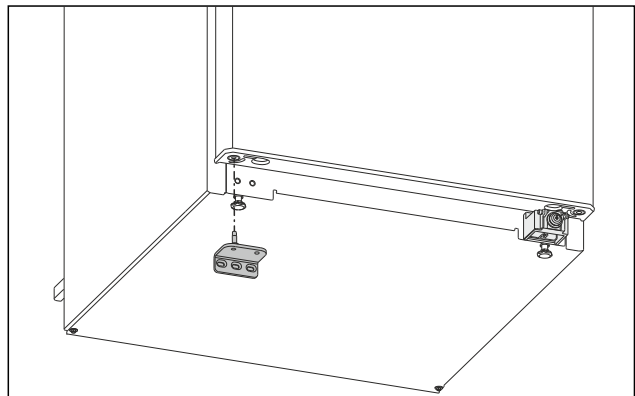

Fig. 23
- Placer le support de palier inférieur du côté opposé. (voir Fig. 23)